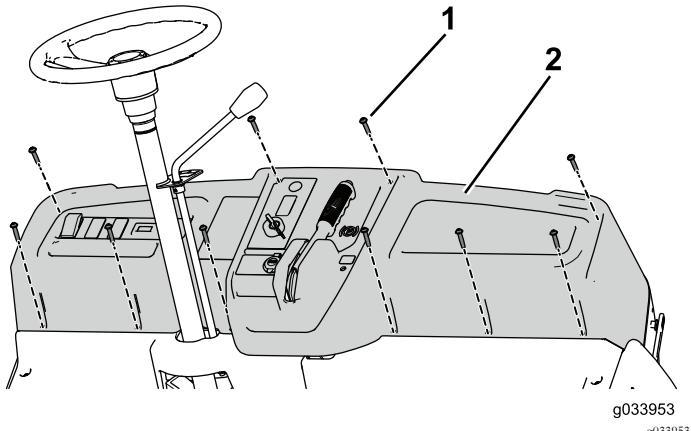

Рисунок 81
5. С помощью 10 винтов (1/4 x 1-1/4 дюйма) прикрепите приборную панель к автомобилю (Рисунок 81).